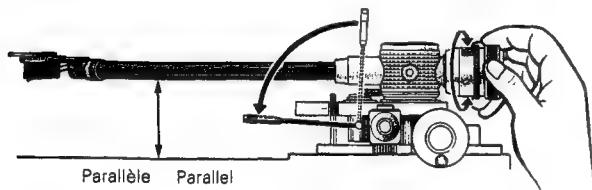

Fig. 17
1. Abaisser le levier du lève-bras et dégager le bras de son support. Tourner le contre-poids jusqu'à ce que le bras se trouve en équilibre parfait. (Fig. 17)
1. Tonarmlift nach vorn umlegen und den Tonarm von der Stütze abheben. Das Ausgleichsgewicht am hinteren Ende des Tonarms so lange im oder entgegengesetzt dem Uhrzeigersinn drehen, bis der Tonarm ausbalanciert ist und nur noch leicht auf- und abpendelt. (Fig. 17)
- Zet de hendel van de toonarmlift naar beneden en neem de toonarm van de armsteun. Draai het contragewicht zodanig tot de toonarm in evenwicht is. (Fig. 17)
- Sätt spaken för tonarmslyft och för ut tonarmen från stödet. Vrid motvikten så att tonarmen balanserar. (Fig. 17)